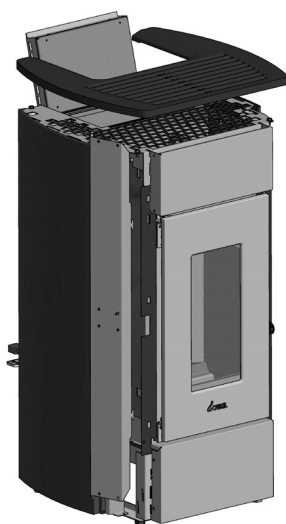

Fig. 29 - Frigiv understøttelsen til majolicaen
- Åben dækslet til træpillemagasinet og fjern topstykket (se **Fig. 29**)